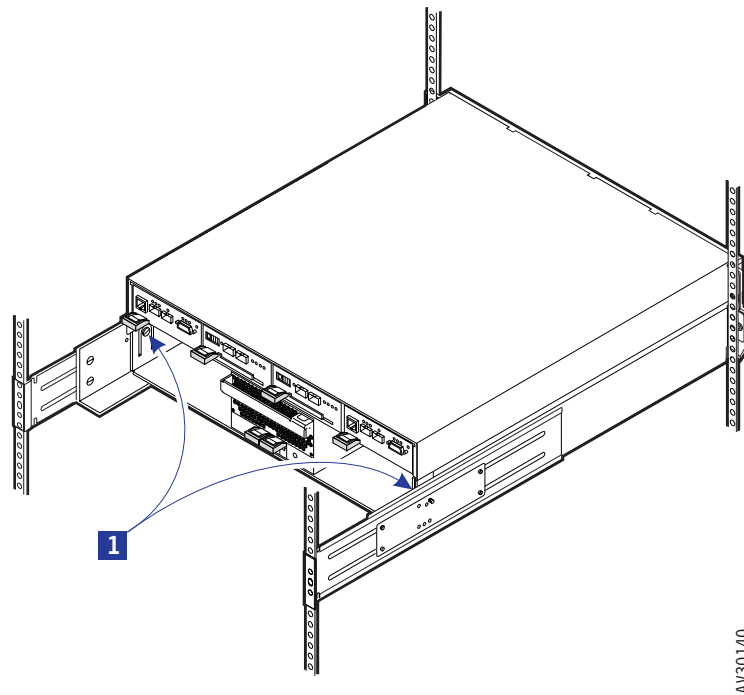

図 17. 後部取付ネジの取り付け
5. 図 17 のように、ラックの後部に、2 つのネジ **1** を取り付けて固く締めて下さい。